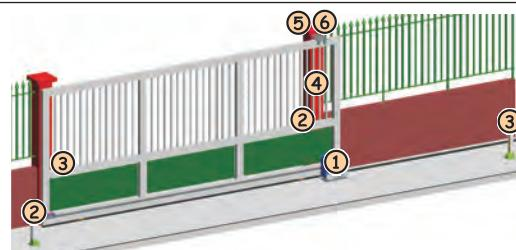

Fig. 3
4. Coloque los cables eléctricos para la conexión con los accesorios y la alimentación eléctrica como se indica en la Fig. 3.